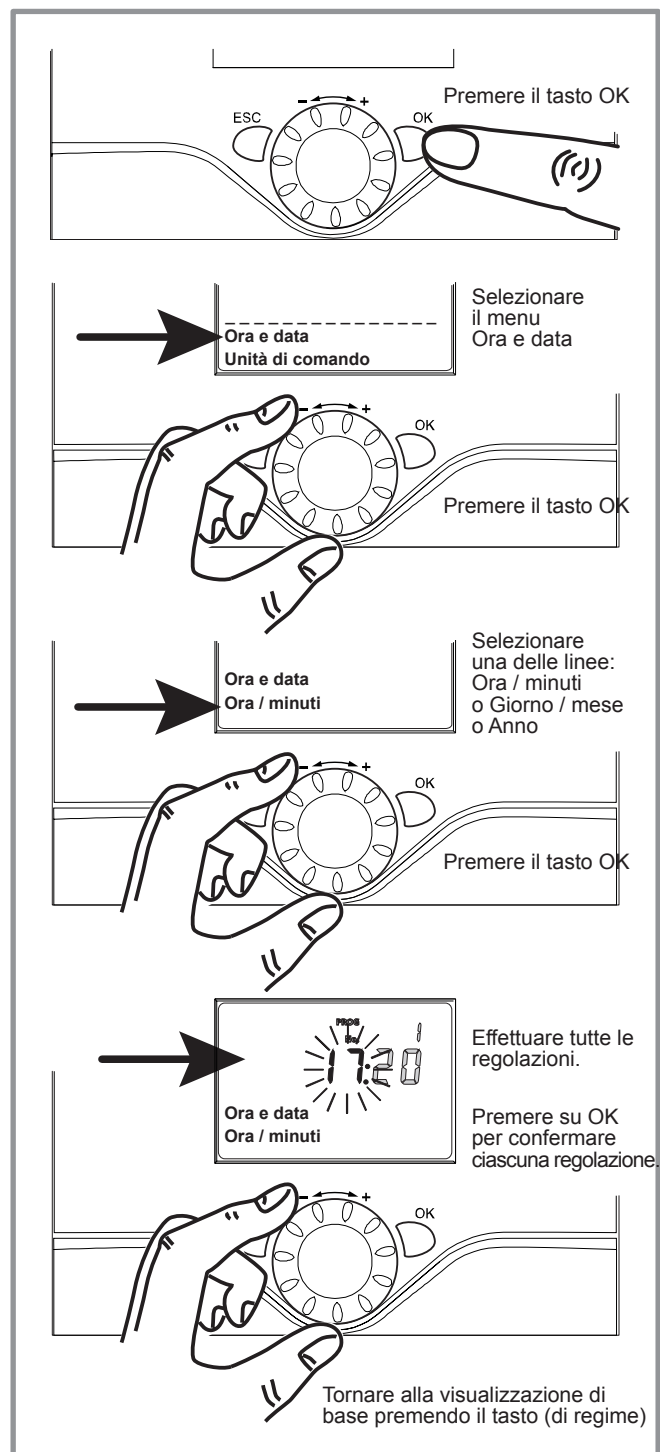

figura 7 - Impostazione dell'ora e della data
- Impostare l'ora e la data se necessario (figura 7).